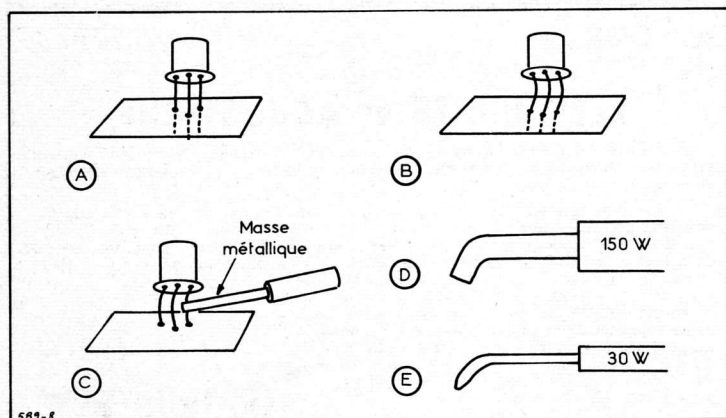

Fig. 8
1° Les fils du transistor ne doivent pas être coupés court avant d'être soudés. Il faut les passer par les trous des points à souder (figure 8 [A]) et couper les excédents des fils après soudure ou, selon certains auteurs, avant.
2° La longueur des fils entre transistors et soudure doit être de l'ordre du centimètre, plus près de 10 mm que de cinq millimètres. Ils doivent être légèrement courbés (voir figure 8 [B]) afin que le transistor soit fixé élastiquement à la platine et non rigidement.
a) pendant la soudure le fil sera maintenu entre deux lames métalliques (par exemple des pinces plates) qui dissiperont rapidement la chaleur emmagasinée dans le fil. Laisser les pinces pendant dix secondes au moins après l'opération de la soudure (voir (C) figure 8);
b) utiliser un fer de faible puissance, de 30 W environ (voir (E) figure 8) et non un fer ordinaire, de 50 à 500 W (voir (D) figure 8).